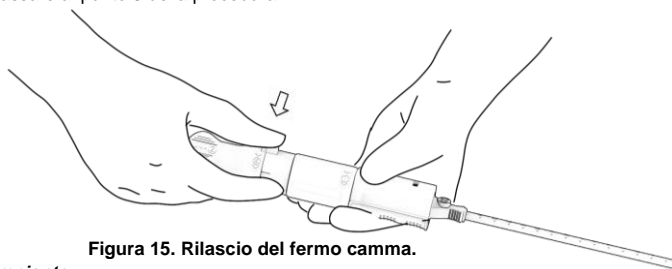

Figura 15. Rilascio del fermo camma.
- a. Individuare il fermo della camma (contrassegnato con il numero '4') e premere a fondo il pulsante verde. Figura 15. Controllare che il pulsante sia completamente premuto prima di passare al punto 5 della procedura.